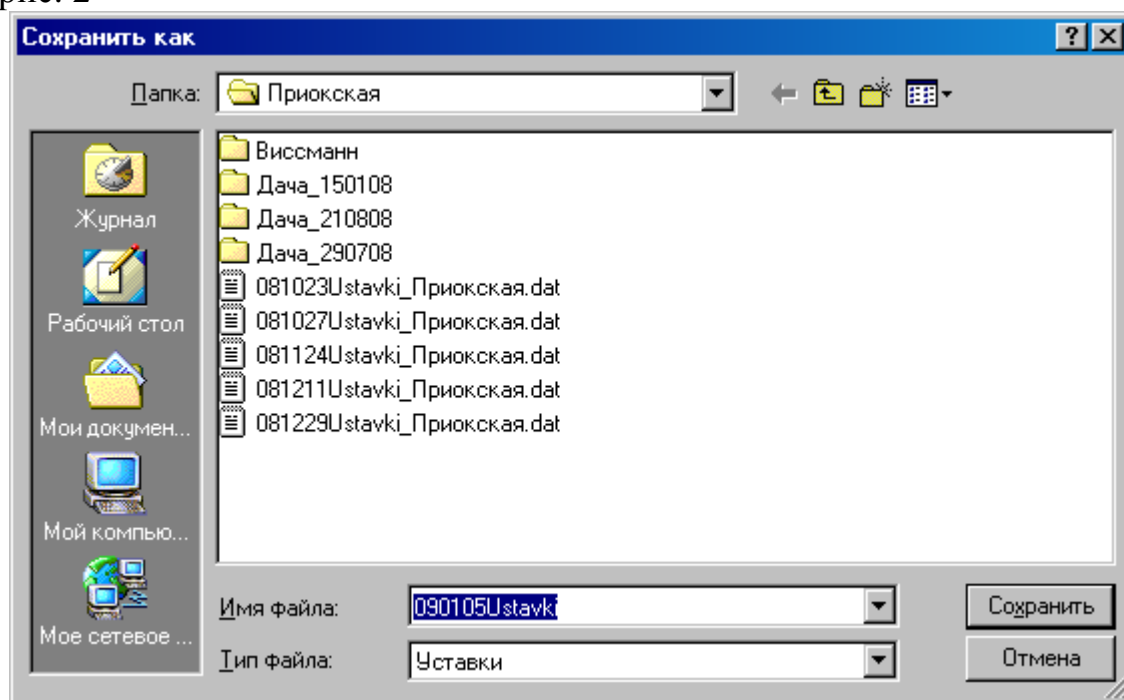

рис. 2
- 2.3 Кнопка «**Сохранить в файл параметров**». Данная кнопка предназначена для сохранения значений аварийных уставок в файл. После нажатия этой кнопки отобразится стандартное диалоговое окно сохранения файла см. рис. 2